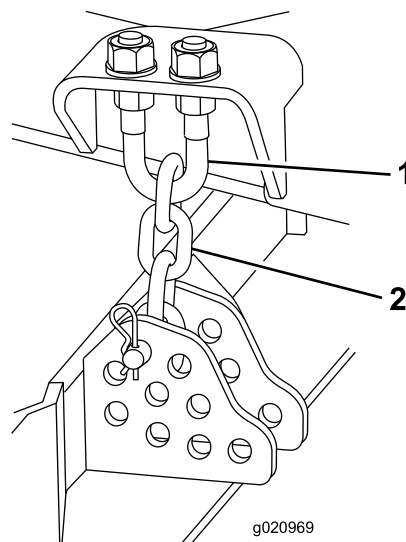

Figura 121
4. Retire o perno de gancho e passador de forquilha que fixam as correntes da altura de corte à traseira da unidade de corte (Figura 121).